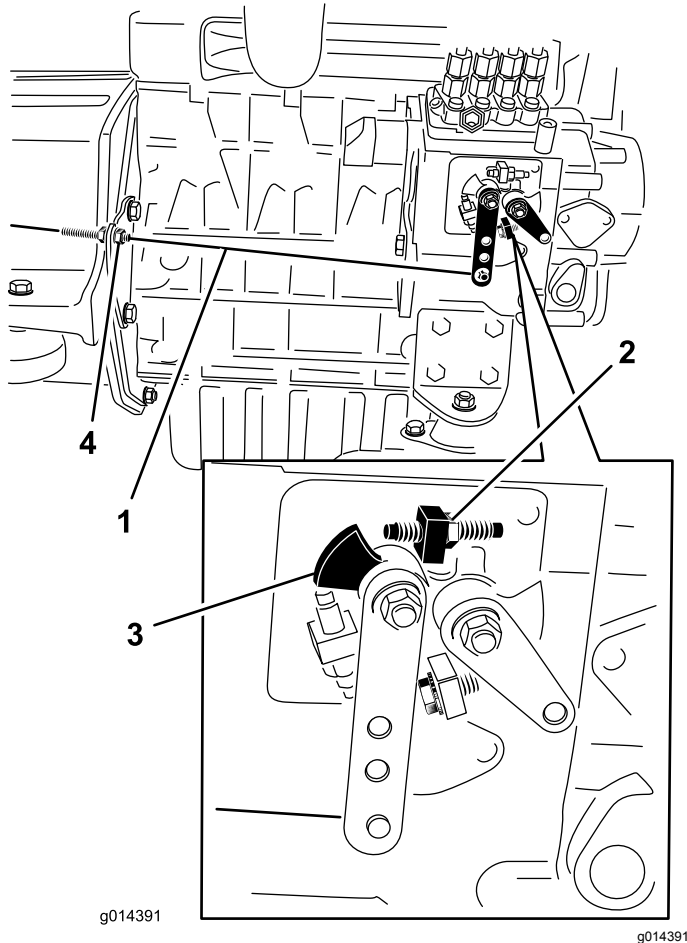

Figura 37
2. Verificate la posizione della leva di selezione della velocità sulla pompa di iniezione del carburante. La leva di selezione della velocità dovrebbe venire a contatto con la vite di velocità elevata quando la leva dell'acceleratore è in posizione di MASSIMA (arresto) (Figura 37).
3. Se necessario, regolate la posizione dei controdadi del cavo di comando dell'acceleratore finché la leva di selezione della velocità non viene a contatto con la vite di velocità elevata quando la leva dell'acceleratore è in posizione di MASSIMA (arresto) (Figura 37).